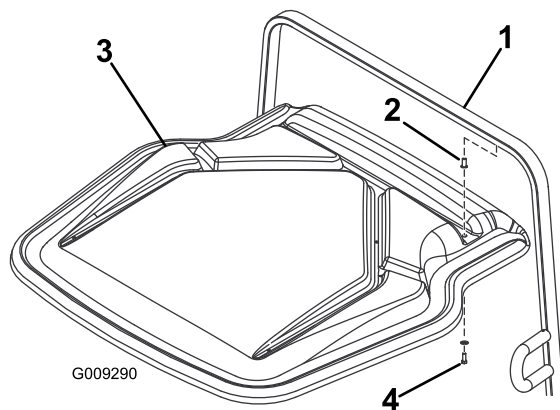

図 8
9. ROPS 搭載機では、ROPS の穴にクリンチナットを入れる 図 8。
- B. ROPS を搭載している車両では、日よけを ROPS フレームに固定するボルト 3/8 x 1 インチ 2 本、平ワッシャ 3/8 インチ 2 枚で、先ほど取り付けたクリンチナットに取り付ける 図 8。